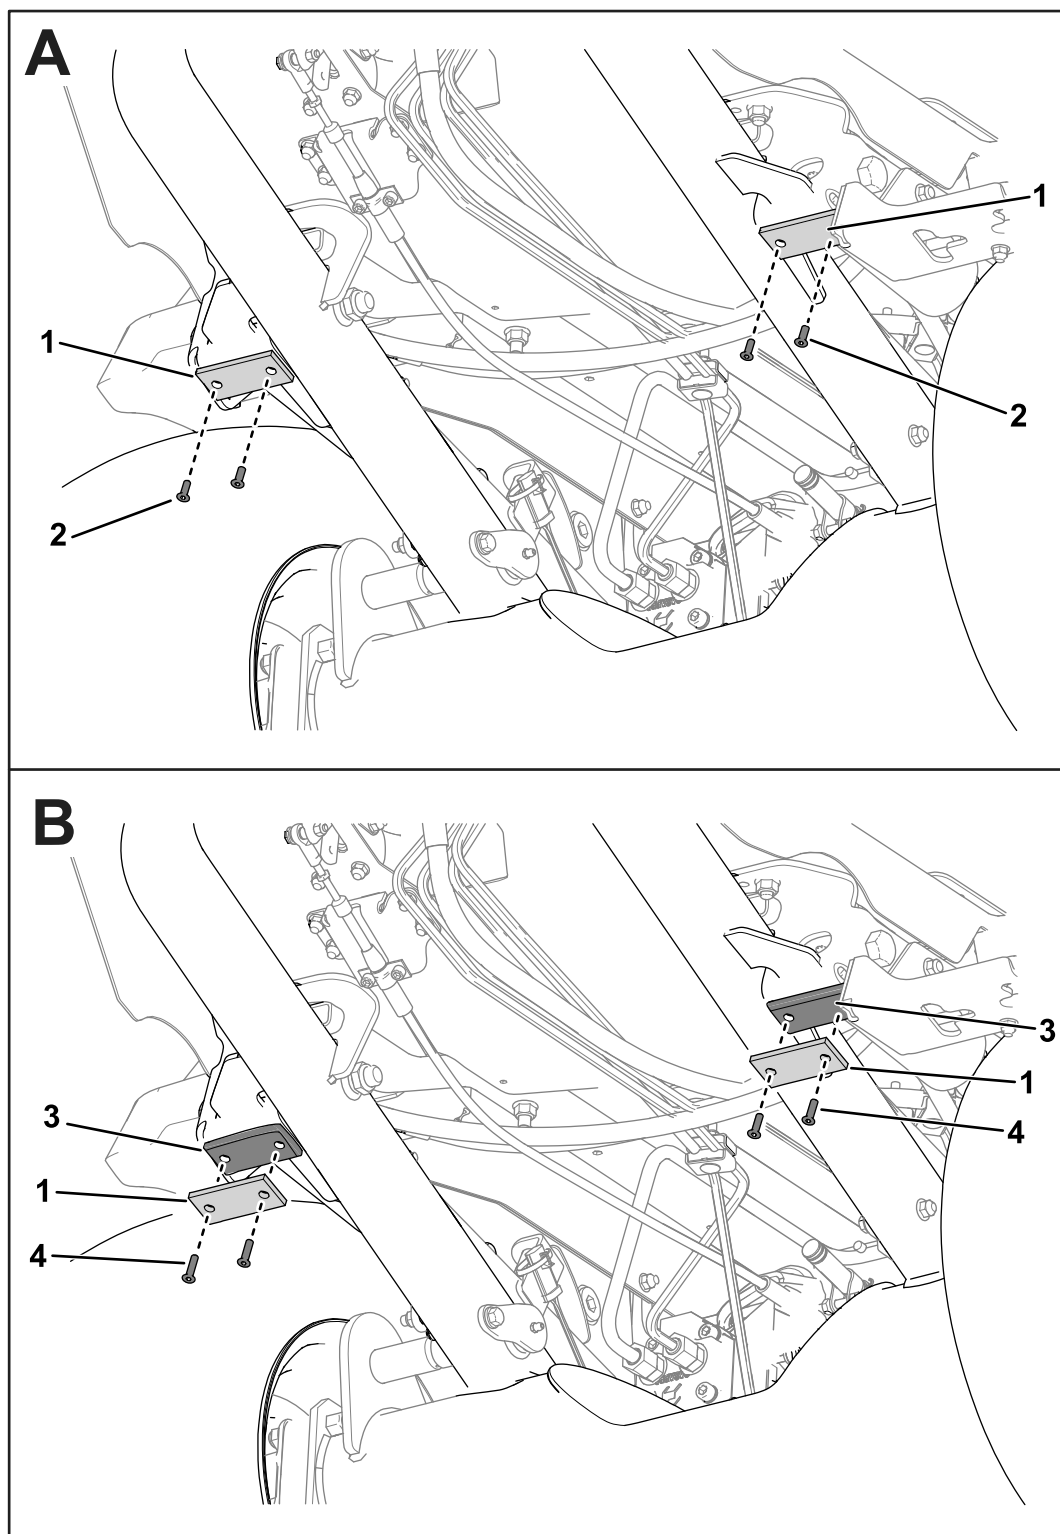

Рисунок 17
1. Под передней рамой отверните имеющиеся винты (¼ дюйма) и снимите с рамы резиновые прокладки (см. рис. Рисунок 17).
2. Для крепления проставок и резиновых прокладок к раме используйте новые винты (¼ x 1¼ дюйма) (рис. Рисунок 17).